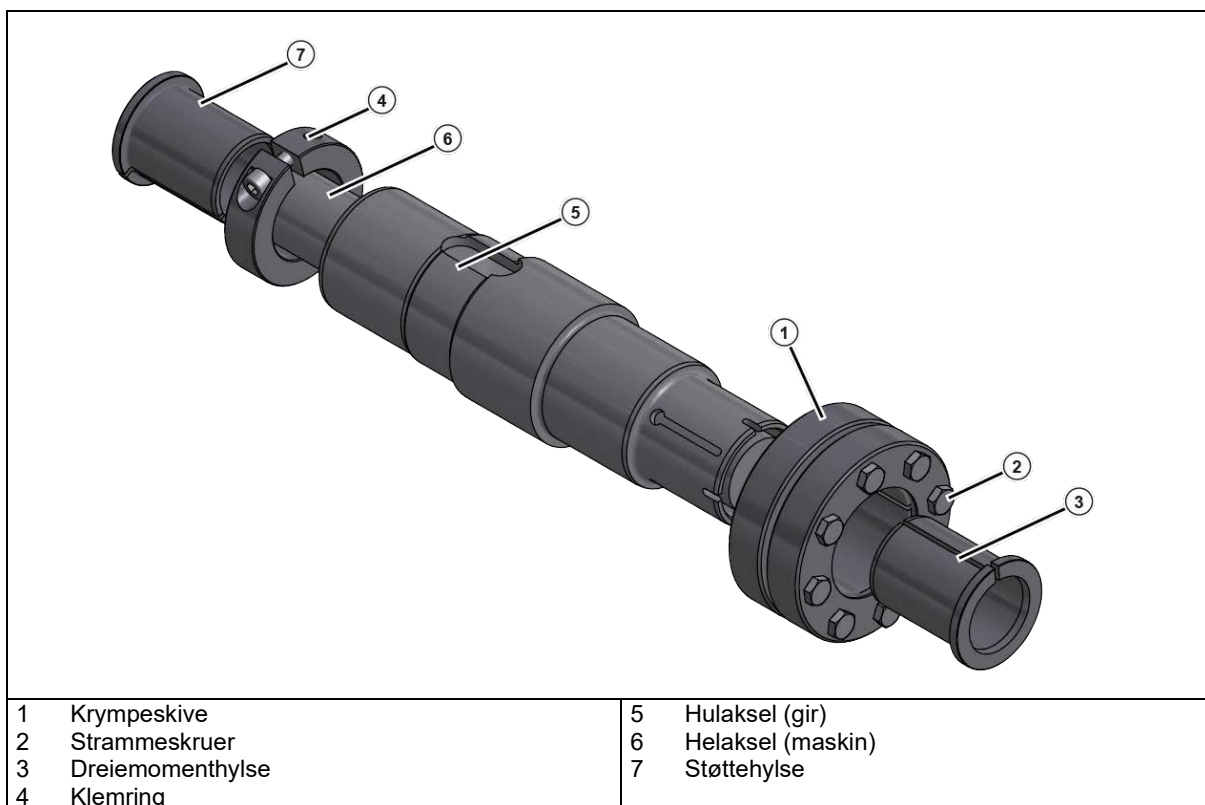

Fig. 12: GRIPMAXX™, eksplisjonsvisning
- Plasser koblingshalvdelen på motorakselen slik at motorpassfjæren griper inn i sporet på koblingshalvdelen. Trekk i koblingshalvdelen i henhold til instruksjonene fra motorprodusenten. For standard tannhjulsgir må du være oppmerksom på målet B mellom koblingshalvdelen og kragen (se "Fig. 12"). Med enkelte **NEMA adaptere** stiller du inn posisjonen til koblingen i henhold til informasjonen på det vedlagte klistremerket.